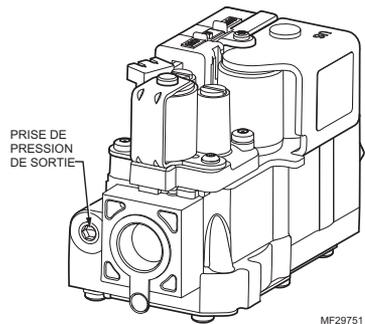
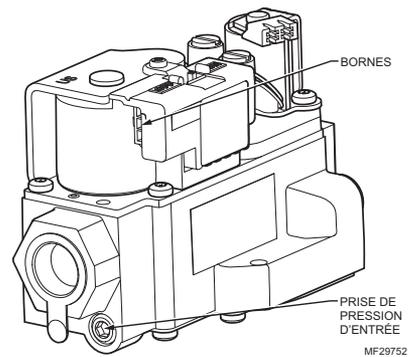

Fig. 3. Nécessaire de conversion de gaz : sortie.
Fig. 4. Nécessaire de conversion de gaz : entrée.
4. Lorsque le brûleur principal fonctionne sur combustion élevée, effectuer l'étalonnage du régulateur en chronométrant le compteur à gaz ou en utilisant un manomètre connecté à la prise de pression du sortie du régulateur. Voir la Fig. 3.
6. Lorsque le brûleur principal fonctionne sur combustion basse, effectuer l'étalonnage du régulateur en chronométrant le compteur à gaz ou en connectant un manomètre à la prise de pression du sortie du régulateur. Voir la Fig. 3.
- c. Avec un tournevis, tourner la vis de réglage interne de pression basse (LO) dans le sens des aiguilles ↻ d'une montre pour l'augmenter ou dans le sens contraire des aiguilles ↻ d'une montre pour réduire la pression de gaz au brûleur.
8. Si la pression de sortie ou le débit désirés ne peuvent pas être obtenus en réglant le régulateur à gaz, vérifier la pression d'entrée du régulateur à l'aide d'un manomètre au niveau de la prise de pression d'entrée sur le régulateur à gaz. Voir la Fig. 4. Si la pression d'entrée est dans la plage nominale (voir le Table 1), replacer le régulateur à gaz. Autrement, effectuer les étapes nécessaires pour assurer une pression adéquate.